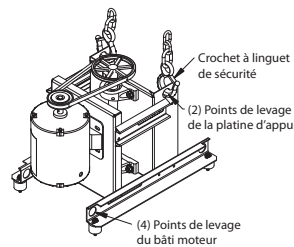

Figure 3 — Oreilles de levage sur le bâti
- Utiliser les oreilles de levage sur le bâti du moteur pour soulever et poser l'appareil sur la costière. Voir la Figure 3.